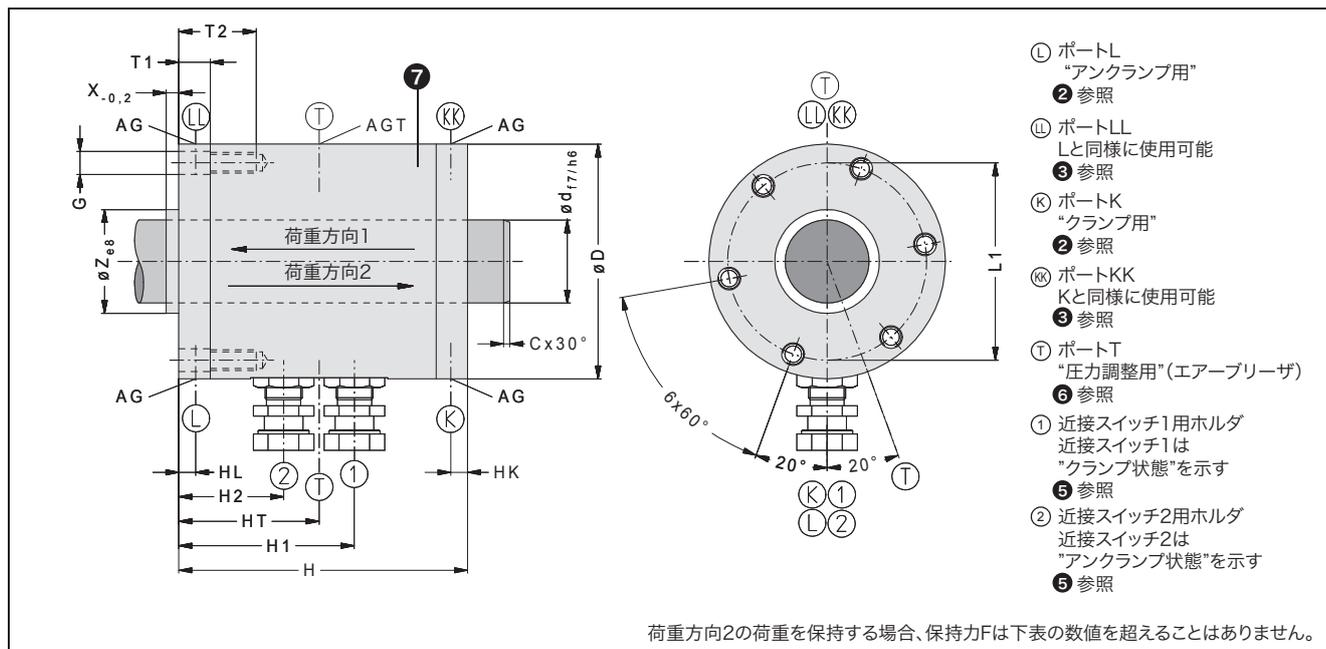

図1: ロッキングユニットKB 概要図 1
- ① 上表の保持力Fは、ロッド表面がドライ、もしくは油圧作動油が付着している状態での、最小の保持力を表します。図1の荷重方向2の荷重を保持する場合、保持力Fは上表の数値を超えることはありません。
- ② 作動圧力pは、ユニットが保持力Fを発揮するために必要な圧力です。同時に、pはユニットの最大許容圧力となります。実際の作動圧力をpの数値よりも少なくなるように設定することで、保持力Fも低下しますが、同時にユニットへの負担が軽減し長寿命化が期待できます。必要保持力を考慮して、圧力値を設定してください。クランプ圧力と、アンクランプ圧力は同圧を推奨します。
- ③ ポートLLおよびKKは、通常はプラグスクリューにより閉鎖されています。また、ポートLまたはKへの配管が困難な場合は、ポートLLはLの、KKはKの代わりとして使用することができます。同様に、圧力部屋のエアブリーダ用として使用することもできます。
- ④ 作動油内部容積
- ⑤ 近接スイッチホルダは、標準的な誘導型近接スイッチ(M12×1 検知距離2mm 埋め込み型 出力:NOC)に適合します。
- ⑥ クランプ・アンクランプ作動時に生じる、ユニット内部のエア圧の増減は、ポートTを通して補正されます。ポートTにはフィルタープラグ(金色の六角ボルトのようなもの)が装着されており、ダスト等がポートTから製品内部へ入らないように保護しています。もう一つのポートTは、プラグにより封止されています。もし、ポートTから湿気や侵食性のある流体が流出した場合は、フィルタープラグの代わりに空気環境の良いエリアまで配管してください。この場合もう一つのポートTはプラグにより封止してください。
- ⑦ ハウジング外周部は黒色のプライマ処理、端部は防錆ワックス処理されています。
- ② 作動圧力pは、ユニットが保持力Fを発揮するために必要な圧力です。実際の作動圧力をpの数値よりも少なくなるように設定することで、保持力Fも低下しますが、同時にユニットへの負担が軽減し長寿命化が期待できます。必要保持力を考慮して、圧力値を設定してください。クランプ圧力と、アンクランプ圧力は同圧を推奨します。
- ③ ポートLLおよびKKは、通常はプラグスクリューにより閉栓されています。また、ポートLまたはKへの配管が困難な場合は、ポートLLはLの、KKはKの代わりとして使用することができます。同様に、圧力部屋のエアブリーダ用として使用することもできます。
- ⑤ 近接スイッチホルダは、標準的な誘導型近接スイッチ(M12x1 検知距離2mm 埋め込み型 出力:NOC)に適合します。
- ⑥ クランプ・アンクランプ作動時に生じる、ユニット内部のエアー圧の増減は、ポートTを通して補正されます。ポートTにはフィルタープラグ(金色の六角ボルトのようなもの)が装着されており、ダスト等がポートTから製品内部へ入らないように保護しています。もし、ポートTから湿気や侵食性のある流体が流出した場合は、フィルタープラグの代わりに空気環境の良いエリアまで配管してください。